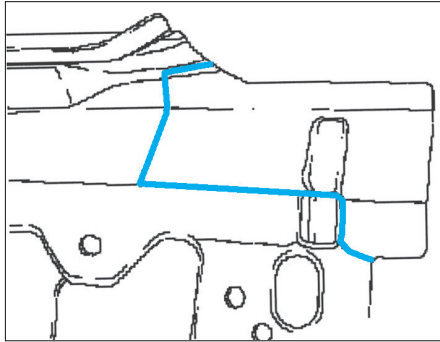

FIG. 65
- Séparer à G et à D sur la pièce neuve (Fig.65).